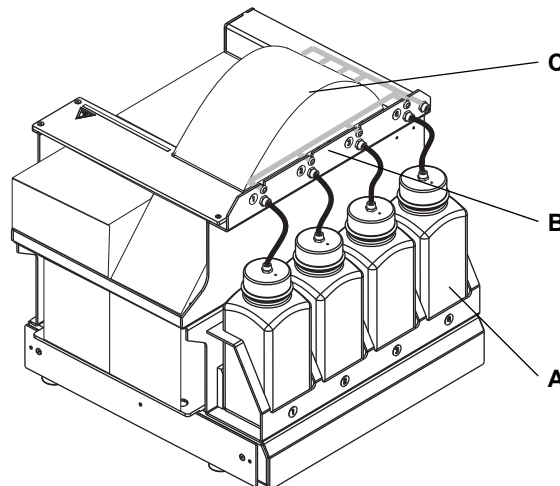

Fig. 7-19 Laveur en mode de fonctionnement
- ♦ Pendant le fonctionnement normal, la laveur de plaque est connectée comme illustré sur la figure suivante Fig. 7-19 , 7-31. Dans ce mode, le liquide de lavage de chaque canal provient du flacon de lavage correspondant.